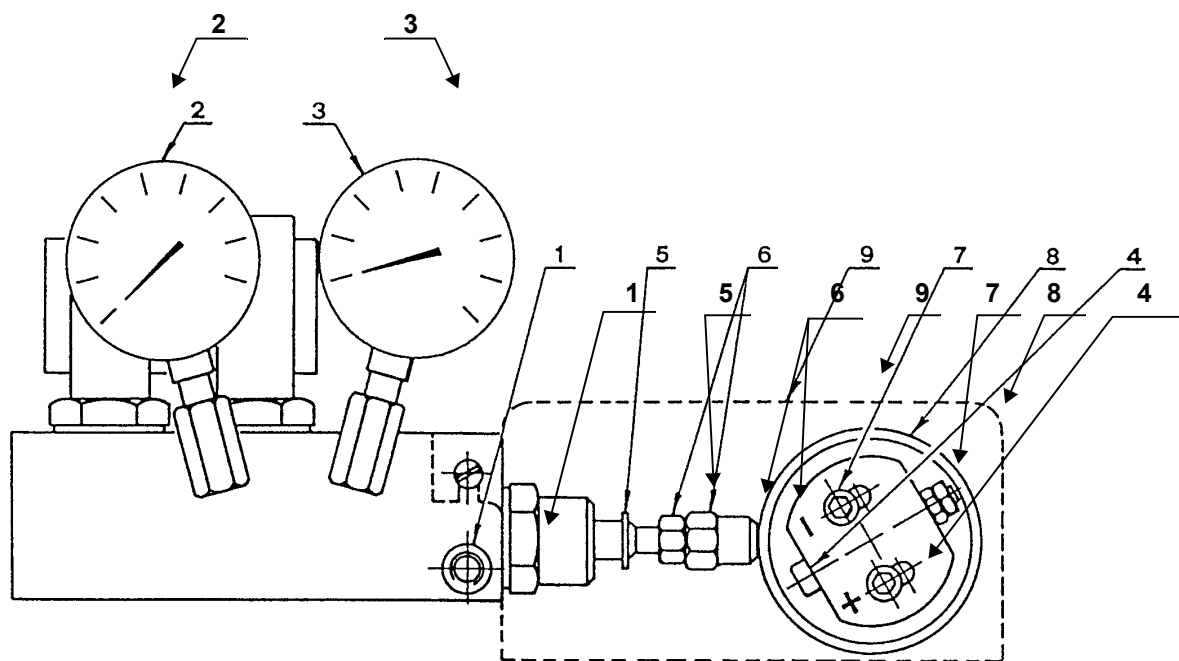

Fig. 3
La variazione di pressione sul ritorno (manometro, 3 fig. 3) modifica la portata del combustibile che esce dall'ugello.
- Far ruotare manualmente e lentamente la camma a profilo variabile 1) fig.5, collegata solidalmente all'eccentrico 8) fig.3 e verificare la variazione di pressione sul manometro 3) fig.3.
Le correzioni di pressione sul ritorno si ottengono variando l'eccentrico 8) fig.3 e il dado con controdado 6) fig.3.
La testa di combustione si muove contemporaneamente all'eccentrico 8), fig. 3 ed alla camma a profilo variabile 1), fig. 5. Il posizionamento della testa è visibile sul cilindro 2), fig. 4.